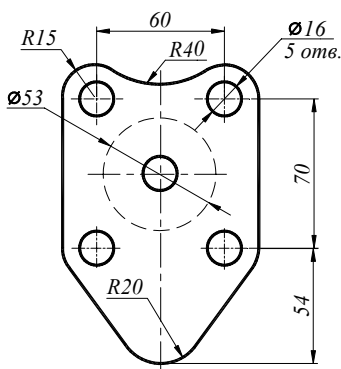

Рис. 4.1. Приклад виконання завдання
Приклад: Накреслити фігуру, зображену на рис. 4.1.
Побудову дедалі зображеної на рис. 4.1 можна виконувати декількома прийомами, наприклад, можна побудувати за розмірами п'ятикутник, потім за допомогою команди **СОПРЯЖЕНИЕ** (див. лабораторну роботу № 3) виконують спряження, будують кола і т. д. Більш раціонально побудову виконують у такій послідовності:
9. Відкривають шар **Розміри** і наносять розміри (рис. 4.1).
11. Для того щоб об'єкти, які були попередньо побудовані в шарі **Резервний** або **Допоміжний** були невидимі (рис. 4.1), цей шар заморожують у цілому за допомогою значка  або вимикають його за допомогою значка  (рис. 1.5).